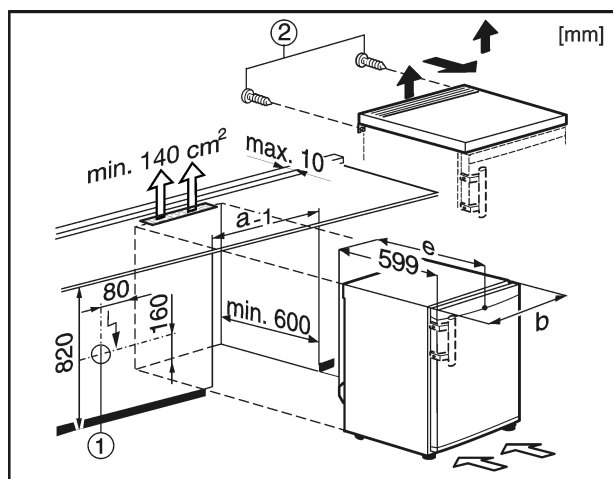

Fig. 9
Utičnica Fig. 9 (1) bi trebala biti izvan područja stražnje strane uređaja i biti lako pristupačna.
- ▶ Uklonite Fig. 9 (2) vijke na stražnjoj strani.